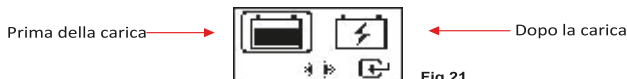

Fig.21
16. Qualora la tensione fosse bassa, l'analizzatore chiederà se la batteria è già stata ricaricata o se dovrà essere ricaricata (Fig.21). La selezione "Prima della carica" o "Dopo la carica" determinerà il risultato finale.